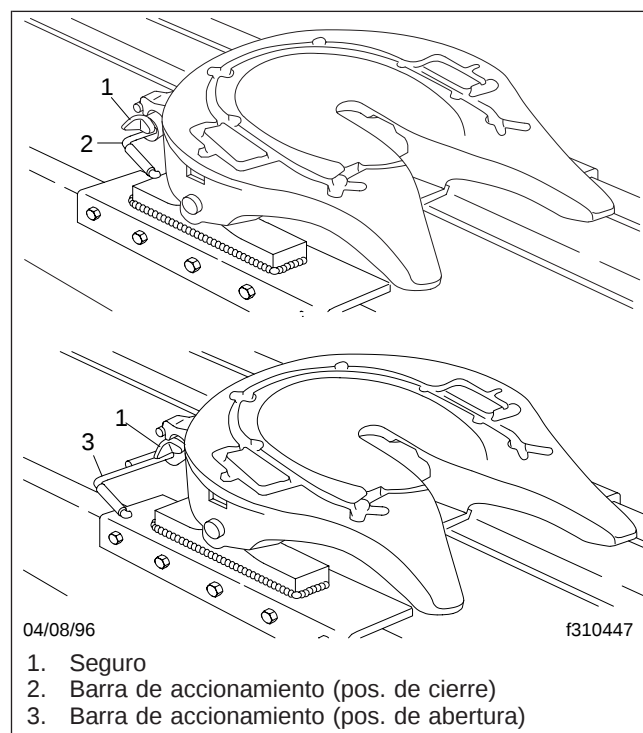

Figura 10.11, Cierre y apertura del mecanismo de bloqueo del perno rey Simplex
sale de la posición liberada, y la quinta rueda queda lista para el enganche. Vea la Figura 10.11.
6. Si el vehículo está equipado con un mecanismo manual de liberación del cierre del perno rey: Libere el mecanismo de cierre del perno rey levantando el seguro hacia atrás y tirando de la barra de accionamiento del mecanismo de cierre hacia afuera y hacia arriba para colocarla en la posición de cierre. Vea la **Figura 10.11**. El codo de la barra superior de control del cierre debe tocar fondo en la placa de fundición encima del orificio. Si no se puede tirar de la barra de accionamiento hasta la posición liberada, mueva un poco hacia atrás el tractor para disminuir la fuerza del perno rey contra la mordaza.
Si el vehículo está equipado con un mecanismo operado por aire para liberar el cierre del perno rey: Tire de la perilla de liberación por aire en el tablero. Desde fuera de la cabina, revise visualmente para averiguar si la barra de accionamiento ha tocado fondo contra la placa de fundición encima del orificio. Vea la **Figura 10.11**. Si la barra de accionamiento no está en la posición de abertura, haga retroceder ligeramente el tractor para liberar la presión del perno rey contra la mordaza.